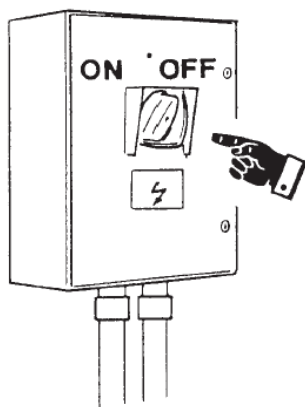

Abb. 11
- Die Eignung und ordnungsgemäße Funktionsweise der Netzstromanlage überprüfen: (Abb. 11)